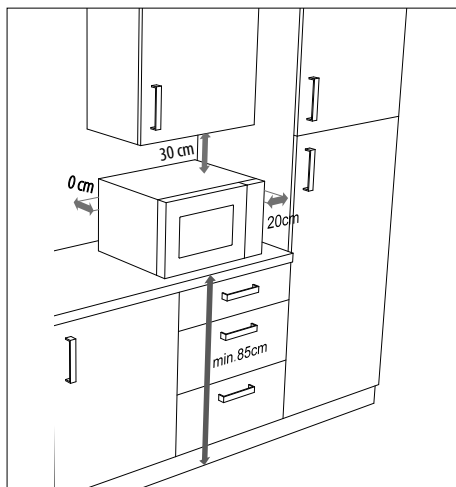

Fig. 2 – Distance entre les appareils
- ▶ Les distances illustrées dans la « Fig. 2 – Distance entre les appareils » doivent être respectées pour une ventilation suffisante. L'espaceur au dos de l'appareil doit toucher le mur. Il garantit la bonne distance lors de l'installation du four à micro-ondes.